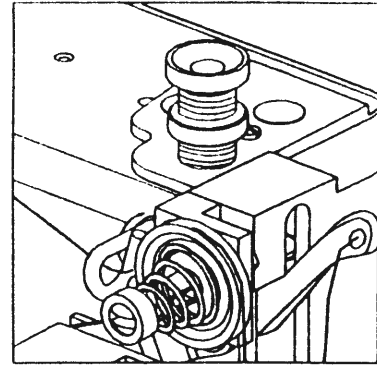

Fig.6
10、 ADJUSTMENT OF PRESSER PRESSURE (Fig.6)